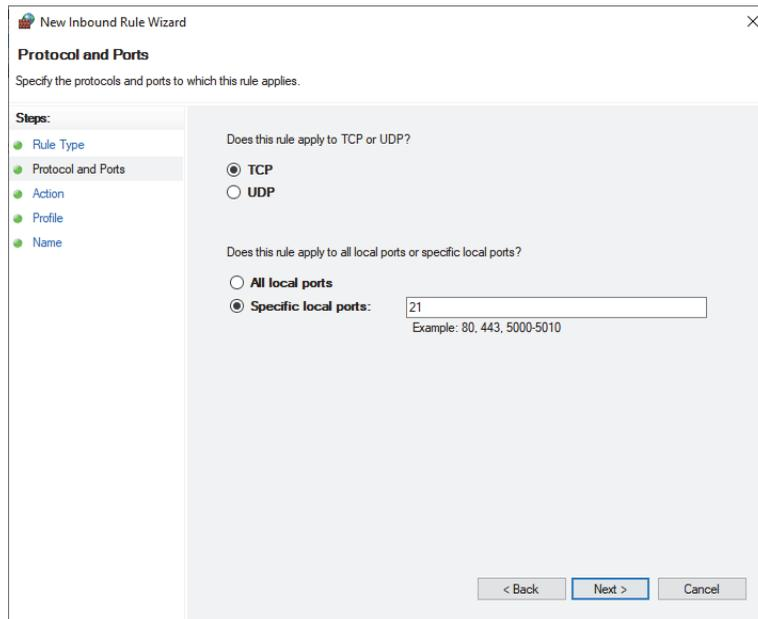

图 1-12 新建进站规则向导对话框：协议和端口
5. 在**New Inbound Rule Wizard**（新建入站规则向导）对话框中，选择规则适用的协议和端口（参见第33页的图 1-12）。